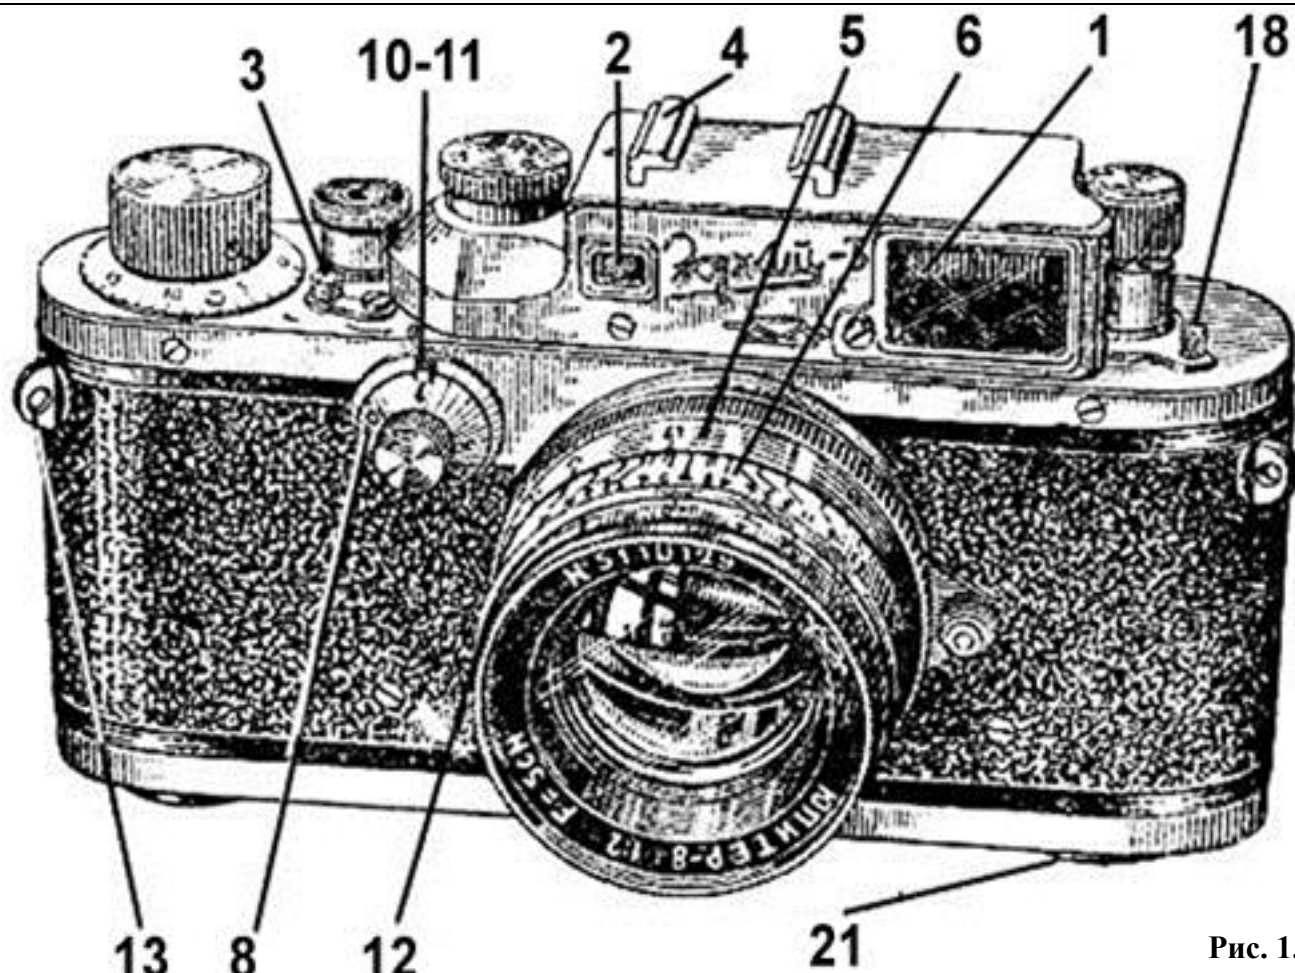

Рис. 1.
Фотоаппарат «ЗОРКИЙ-3» (рис. 1 и 2) относится к разряду портативных малоформатных киноплёночных камер с размером кадра 24×36 мм. Фотоаппарат «ЗОРКИЙ-3» является совершенным фотоаппаратом, могущим удовлетворять самые высокие требования, предъявляемые к фотоаппарату квалифицированными фотолюбителями, фоторепортерами и научными работниками. Как всякий точный прибор, он требует к себе самого внимательного и бережного отношения.
- б) Выключить механизм, передвинув выключатель 3 на букву «В» (рис. 1).
Установка требуемой величины выдержки производится с помощью шкал рукояток 7 и 8 (рис. 1 и 2). Шкала верхней рукоятки 7 служит для получения малых моментальных выдержек от 1/25 сек. до 1/1000 сек. и выдержки «В». Шкала передней рукоятки 8 служит для получения продолжительных выдержек от 1 сек. до 1/25 сек. и длительной выдержки «Д». Цифры шкал рукояток 1, 2, 5, 10, 25, 50, 100 и т.д. обозначают соответственно 1, 1/2, 1/5, 1/10, 1/25, 1/50, 1/100 и т.д. секунды. Буква «В» дает возможность получения выдержки соответственно времени нажатия на спусковую кнопку; буква «Д» дает возможность оставлять затвор открытым и после того, как нажатие на спусковую кнопку прекращено.